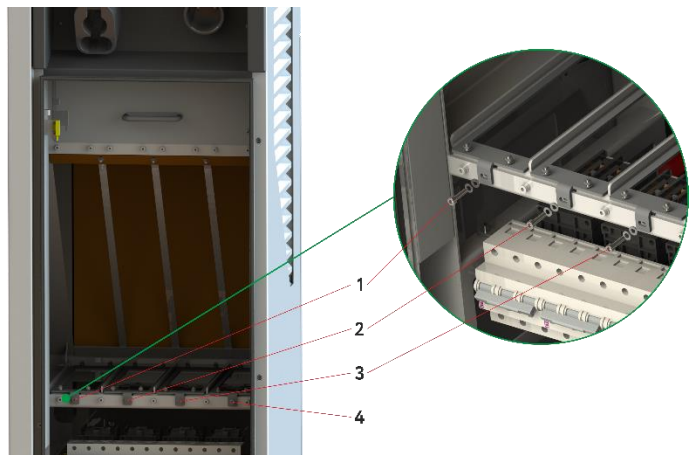

Рисунок 10 - Місце встановлення зарядних модулів
5. Щоб встановити модулі на нижній рівень (Двері 1), вийміть кріплення 1, 2, 3, 4 (рис. 10).